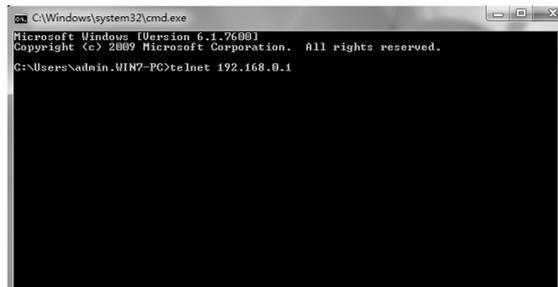

Figura 5-6 Conexão ao Switch
3. Digite telnet 192.168.0.1 no prompt de comando mostrado na Figura 5-6 e pressione a tecla Enter.